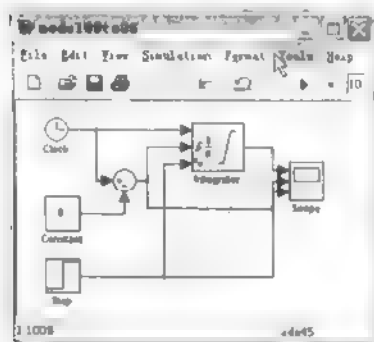
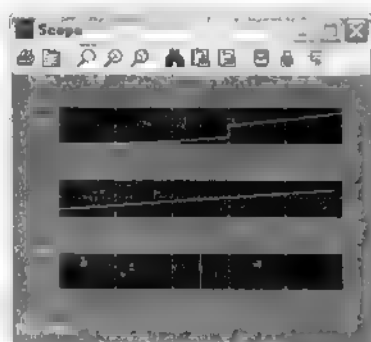

图 9.11 利用阶跃信号进行复位积分操作模型
图 9.12 结果图
- (1) 构造 Simulink 模型如图 9.11 所示, 保存文件为 lmodel09to06.mdl。
- (2) 双击积分模块, 在弹出对话框中在 External reset 下拉列表框中选择 rising 选项, 在 Initial condition source 下拉列表框中选择 internal 选项, 在 Initial condition 文本框中输入 5, 单击 OK 按钮完成设置并关闭参数对话框。
- (3) 运行仿真, 在 Simulink 窗口中选择 Simulation | Start 命令, 进行系统仿真。
- (4) 查看结果, 如图 9.12 所示。